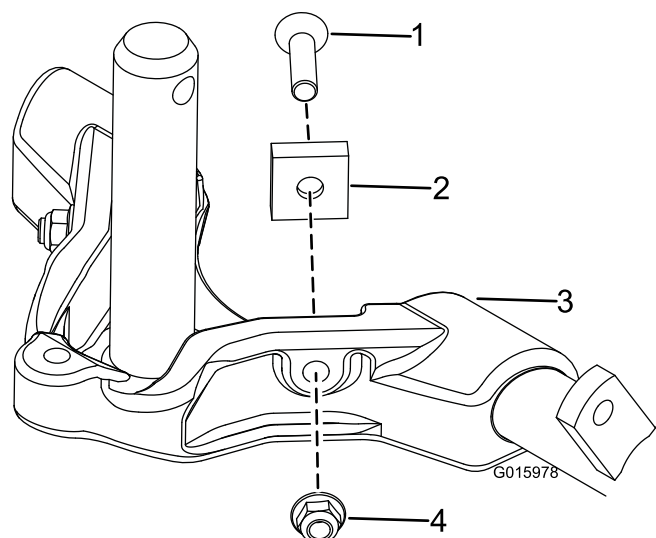
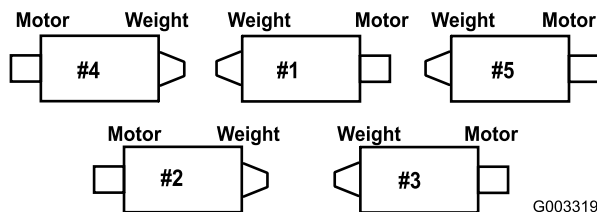

Figura 8
Figura 9
Aumente a marcha das unidades de corte traseiras removendo os (2) espaçadores da articulação, parafusos de cabeça sextavada e porcas flangeadas (Figura 8) da traseira (2 e 3) das estruturas de transporte da unidade de corte (Figura 9).